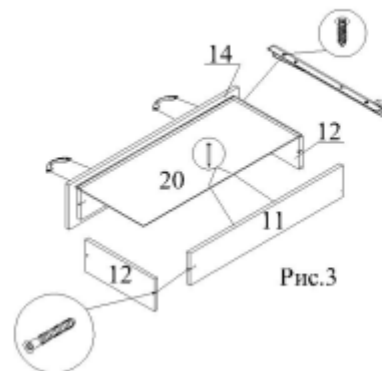

Рис.3
22. Крепить детали 11 и 14 к деталям 12 с помощью евровинтов (рис.3).